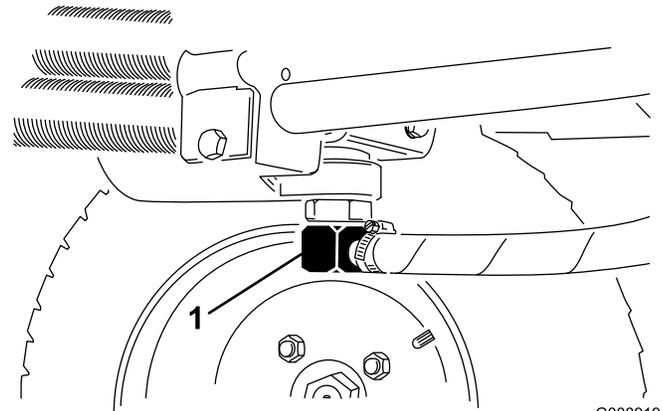

Bild 75
2. Klemmen Sie die Hydraulikölleitung ab (Bild 75) oder entfernen den Hydraulikölfilter (Bild 76) und lassen das Hydrauliköl in ein Auffanggefäß ablaufen.